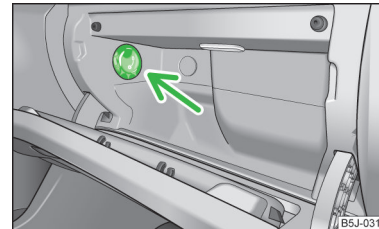

Fig. 84
- Sistemul de răcire se pornește/oprește de la comutator » fig. 84.